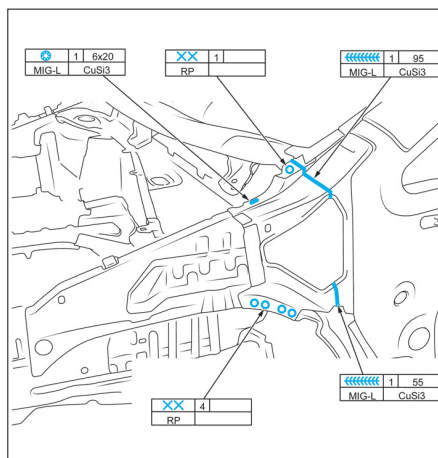

FIG. 12
- Souder le renfort de joue d'aile avant (Fig.12).